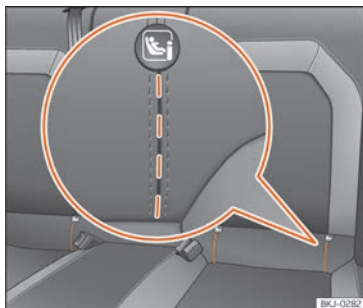

Fig. 24 Banquette arrière : fentes découpées pour accéder aux anneaux de fixation ISO-FIX/iSize.
tains véhicules, les anneaux sont fixés à l'armature de siège et à d'autres sur le plancher arrière. Les anneaux « ISOFIX » se trouvent entre le dossier et le coussin de la banquette arrière » » fig. 24. Les anneaux Top Tether* se trouvent généralement au dos de la banquet-
• Procédez d'abord à l'ouverture manuelle de la prédécoupe située derrière les rainures signalées pour accéder aux œillets de retenue » » fig. 24.